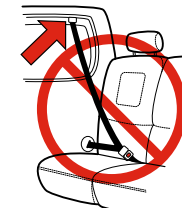

Figure 33
- N'utilisez JAMAIS un ensemble de retenue passif, telle qu'une ceinture baudrier/sous-abdominale montée sur la portière, tel qu'illustré dans la **Figure 33**.